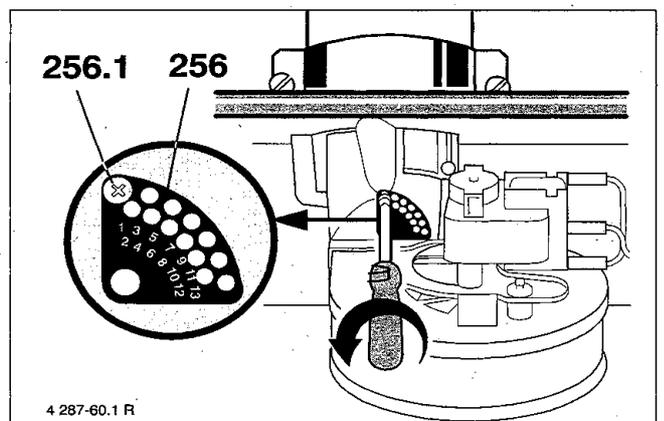

Bild 30
- Drehen Sie die Schraube (256.1) an der Drosselblende (256) heraus (Bild 30).